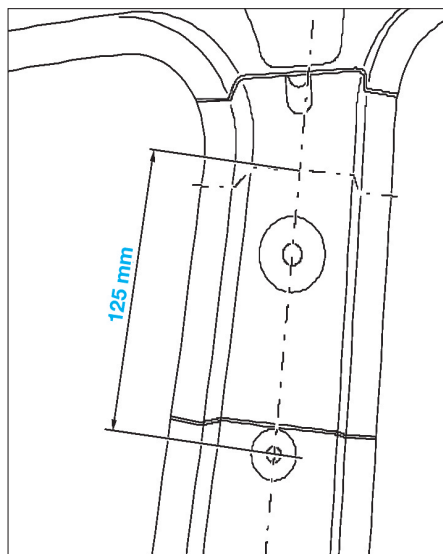

FIG. 50
- Tracer puis couper à la cote, la face intérieure du montant B (fig. 50).